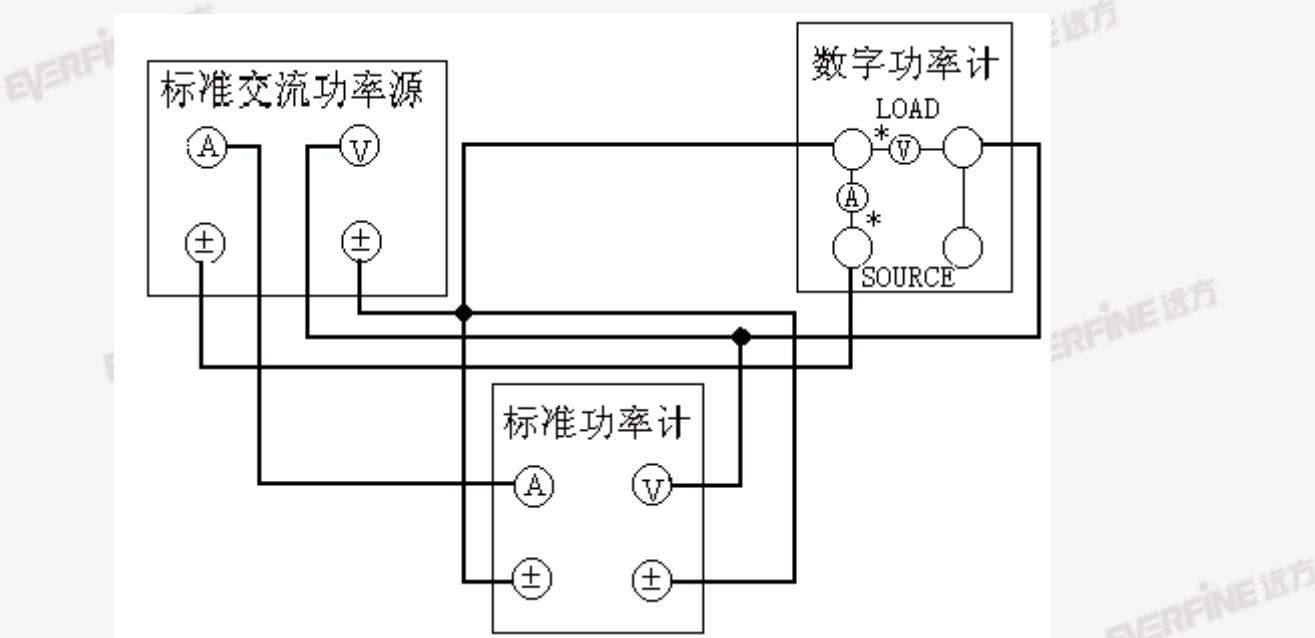

图8.1 PF9800系列校准与检验接线图
- (1) 仪器检验接线方法如图 8.1 所示，正确连接仪器、信号源、标准表。
- (2) 确保信号源输出的电压、电流信号在仪器输入范围内，读取并记录仪器测量的电压、电流、有功功率和频率数据。